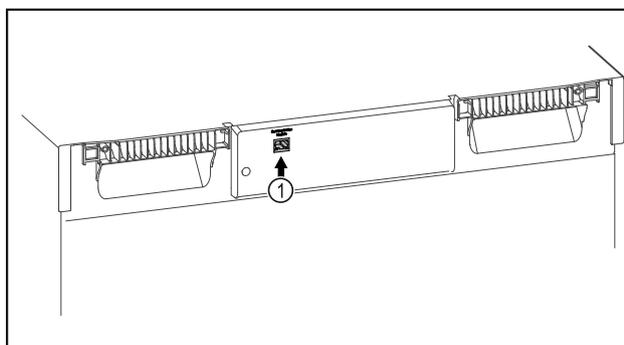

Fig. 95
- SmartModule Fig. 95 (1) inserito.